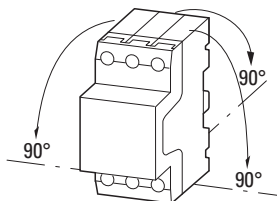

Abbildung 7: Zugelassene Einbaulage für Motorschutzschalter PKZM4-.../XTPR...DC1
- Montieren Sie den Motorschutzschalter nur wie in → Abbildung 7 dargestellt.